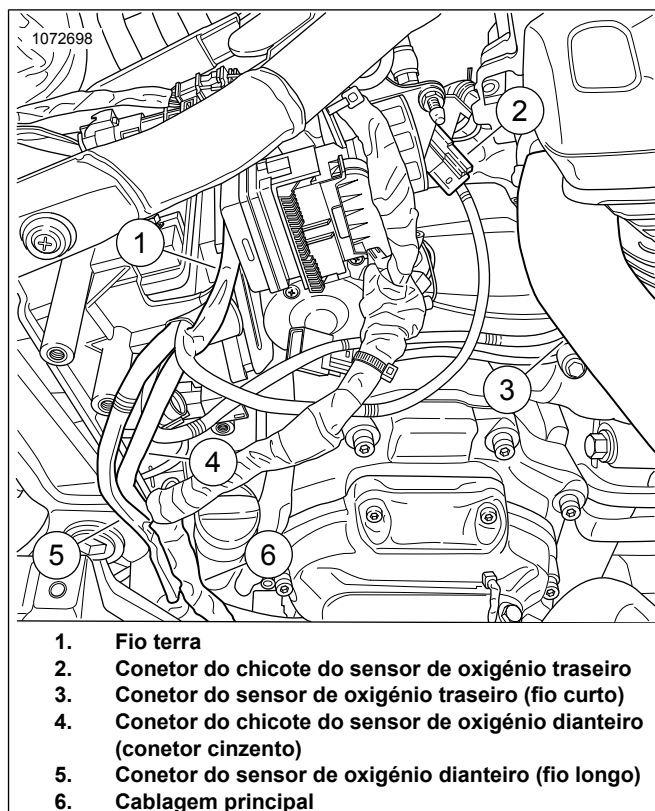
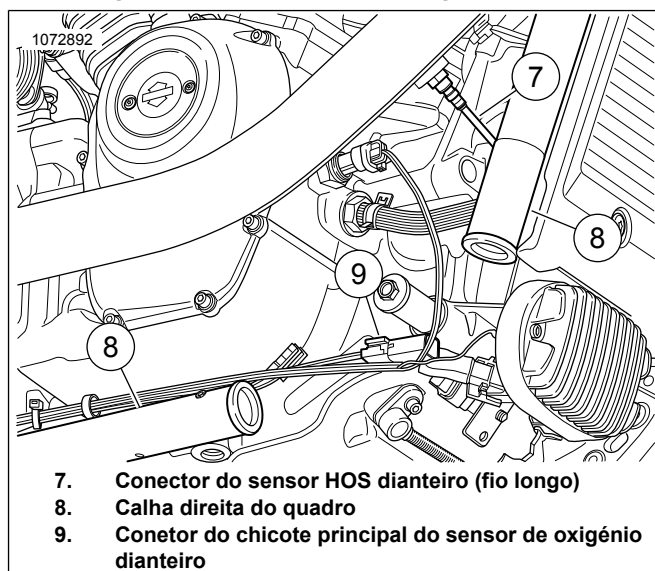

Figura 24. Orientação da cablagem do ATM
Figura 25. Orientação da cablagem do ATM frontal (Peças removidas para maior clareza)
16. Ver Figura 24 e Figura 25. Encaminhar o chicote do sensor de oxigênio dianteiro com o conector cinzento (4) para fora do compartimento da bateria:
- Localize a cablagem principal (6).
- Encaminhe a cablagem (4) com o conector cinza ao longo da cablagem principal na direção do conector da cablagem principal dianteira (9).
- Fixe a cablagem ao lado interno da calha direita do quadro (8) com abraçadeiras conforme necessário.
17. Encaminhe o conector preto da cablagem (2) para a cablagem principal. Correspondência de cor dos conectores: preto ao preto.
- Encaminhar o chicote do conector do sensor de oxigênio dianteiro (5) para fora do compartimento da bateria.
- Encaminhar o chicote (5) ao longo do chicote principal, em direção ao sensor de oxigênio dianteiro (7).